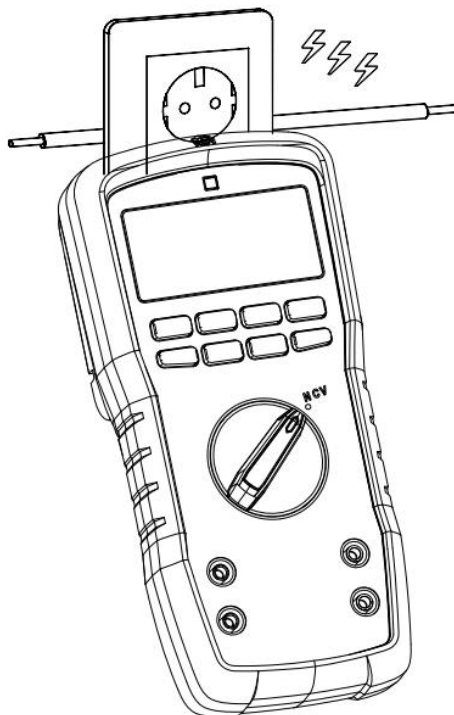

Figure 16
13. Détection de tension AC sans contact (NCV) (Figure 16)